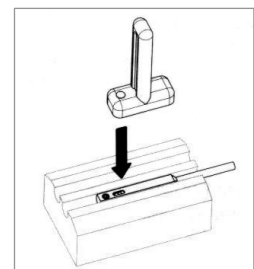

Abb. 4
2. Platzieren Sie das Programmierwerkzeug mit der Markierung zur Befestigungsschraube auf dem Sensor (Abb. 4).